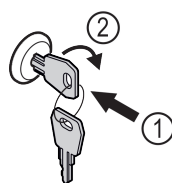

Fig. 121
- ▶ Inserire la chiave Fig. 121 (1).
- ▶ Ruotare la chiave di 90° in senso orario Fig. 121 (2).